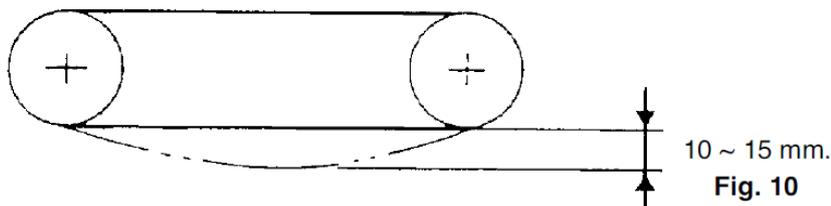

Fig. 10
- 1) Ouvrir le robinet du carburant (fig. 10, n. 1).
- 3) Actionner le dispositif du starter si le moteur est froid (fig. 10, n. 2)
- démarrer le moteur en tirant très fort la poignée de l'enrouler (fig. 10, n. 3).